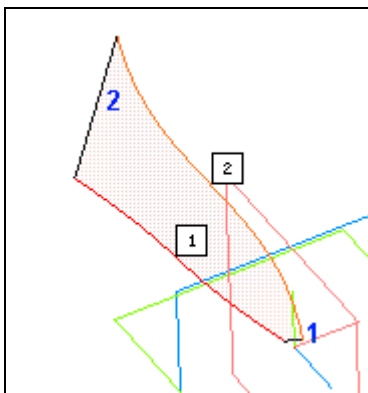

Рис. 8.24. Создание первой линейчатой поверхности
- ◆ нажмите кнопку **Создать объект**  для создания линейчатой поверхности. У вас должен получиться результат, подобный представленному на рис. 8.24;